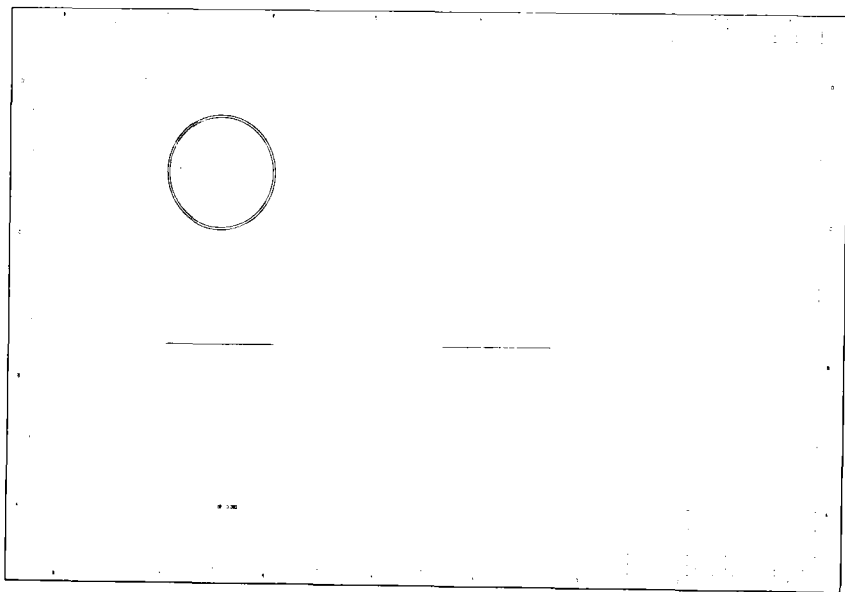

图 1.16 三个视图
(5) 选择【插入】|【绘图视图】命令，在弹出的菜单管理器中视图类型下选择【投影】选项，接受其余的默认选项，单击【完成】，单击工作区右下角，此时，在工作区会出现如图 1.16 所示的图形。